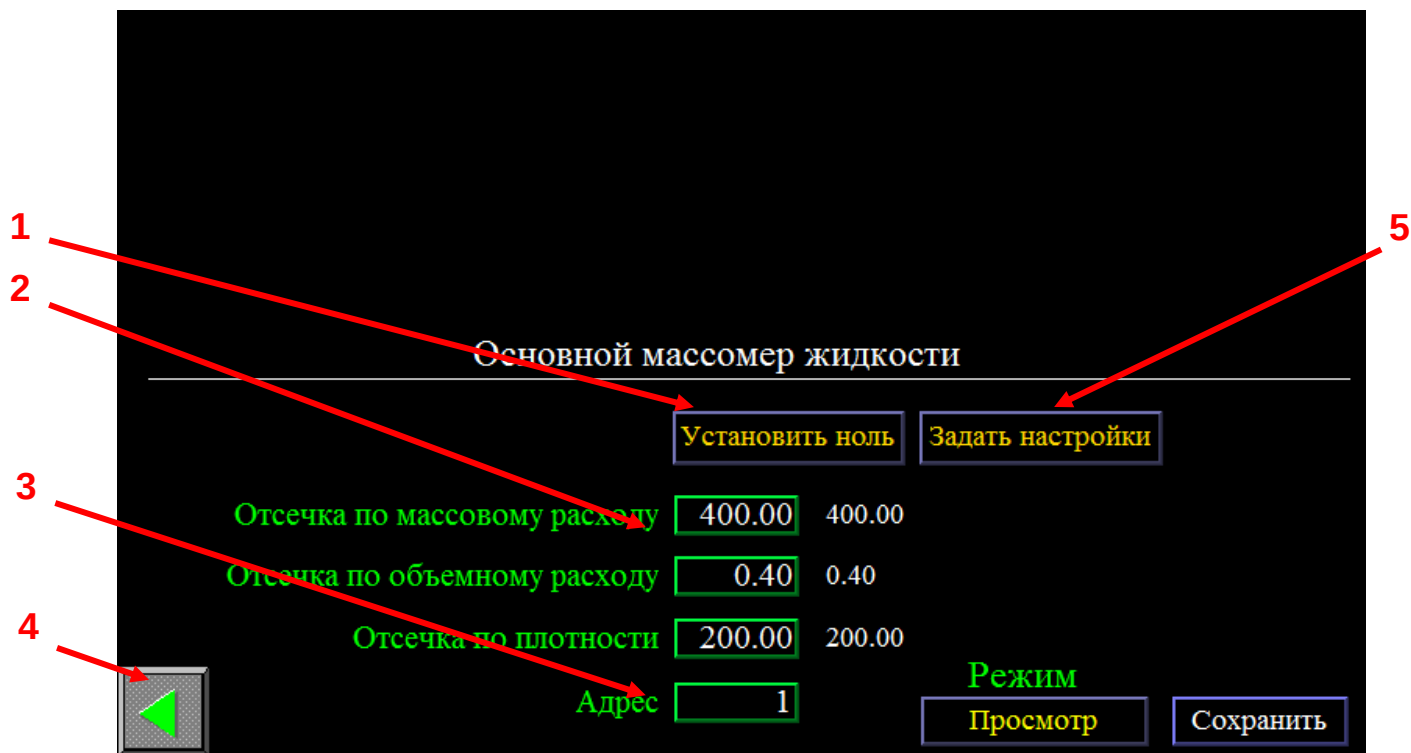

Рисунок 6 – Настройки основного массомера жидкости
В окне «настроек массомера» задается настройки: отсечка по массовому и объемному расходу, отсечка по плотности, адрес массомера. При этом размерности отображаемых параметров устанавливаются автоматически в зависимости от настроек подключенных расходомеров. Кнопка «Установить ноль» (рис. 6, поз.1) служит для калибровки нуля массомера. Порядок калибровки «0» массомеров подробно описан в п.1.5. Кнопка «Задать настройки» используется для применения настроек в массомер.
- 5) Нажать на панели кнопку «Установить ноль» соответствующего массомера (рис.6, поз.1).